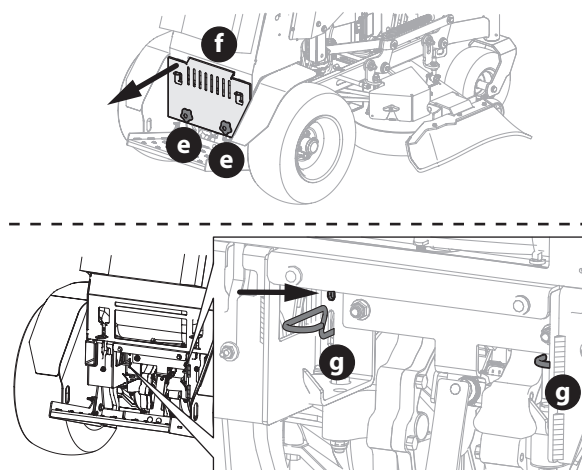

Fig. 25
- Desserrez les deux boutons en étoile (e) qui retiennent le panneau arrière (f) à la tondeuse (Fig. 25).
- Repérez les transmissions hydrostatiques, puis ouvrez les deux vannes de dérivation en tirant la tige (g) vers l'arrière jusqu'à ce que le Z-lock soit exposé, puis en tirant la tige vers le haut jusqu'à ce que le Z-lock s'insère dans l'ouverture supérieure plus petite (Fig. 25).